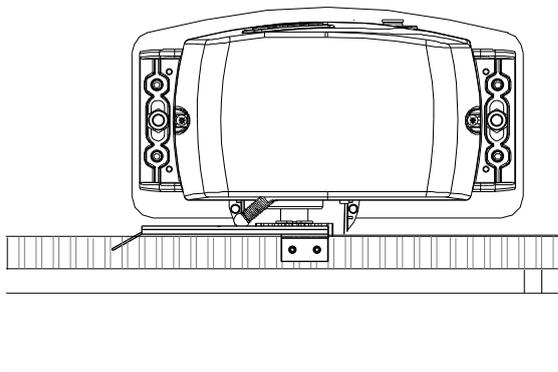
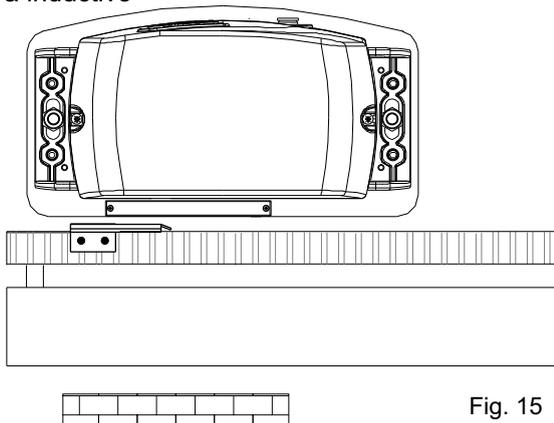

Fig. 14
Fig. 15
- Posicionar la plaquita sobre la cremallera en modo de tener el final de carrera (palanquita en caso de final de carrera mecanico (Fig. 14); flechitas de indicacion puestas y en caso de final de carrera inductivo (Fig. 15)) en correspondencia con el punto X que se encuentra a 50 mm del lado doblado de la plaquita (fig. 16) y fijarla con los tornillos en dotacion (Fig. 17).